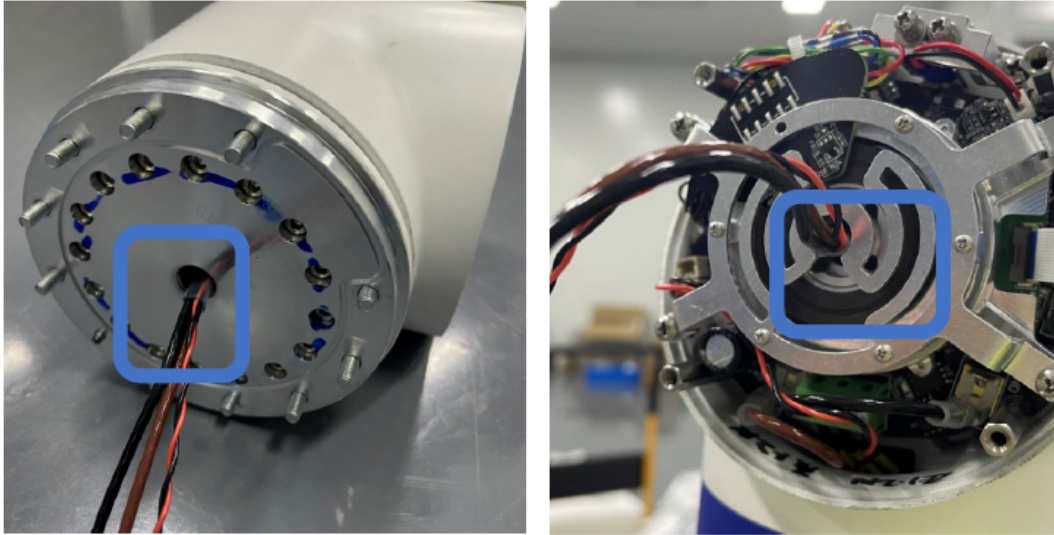

图 3-17: 线缆穿到关节上
- 穿线：关节上的线缆和关节首先应注意对应，不能装错，还应注意线缆方向，将线缆从法兰轴一侧穿入，从端盖一侧穿出，穿至指定位置（此位置应使法兰轴端面 and 束线架端面均有热缩管），如图 3-17所示；